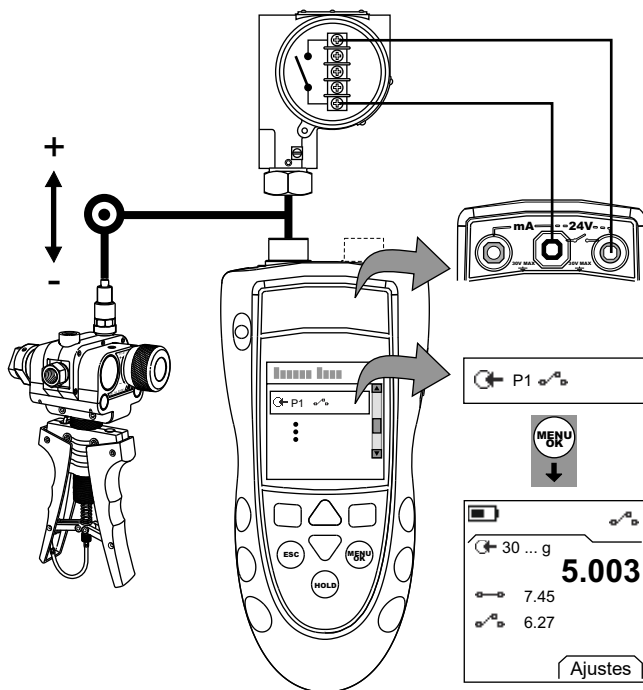

Figura 4: Ejemplo de configuración - Prueba de interruptor
- Conecte el instrumento (Figura 4) y, si es necesario, ajuste la opción *Configurar* (Tabla 1).